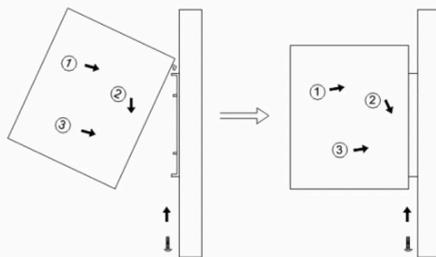

Figura 02
2. Posicionar os parafusos de forma apropriada para a colocação da placa de instalação. (Figura 02)
2. Instalar o produto, ajustando na extremidade superior da placa de instalação e apertando com parafusos na parte inferior.(Figura 02)